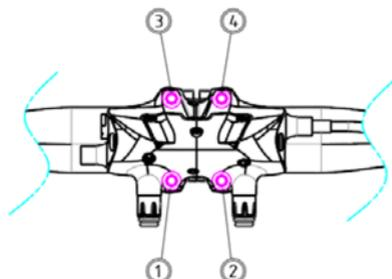

図 E-1 締め付けシーケンス
- ・ ステムボルトを (図 E-1) に示すシーケンスに従って締め付けます。締め付けトルクは、6 Nm です(図 E-2)